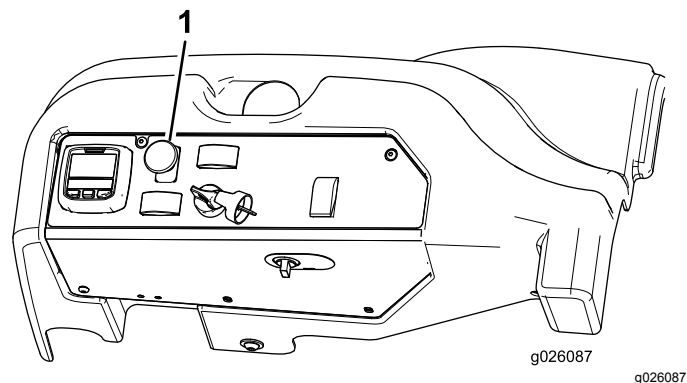

図 24
3. PTO スwitchを引くと PTO が作動を開始する(図 24)。